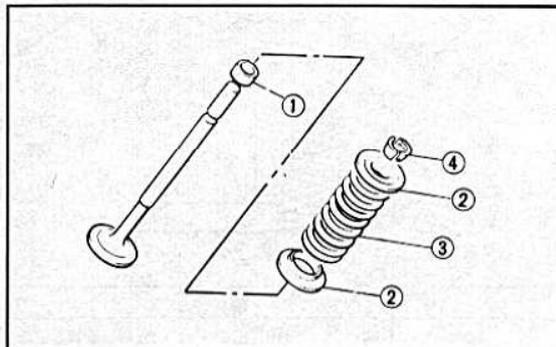

Bild 147
- Die Ventilfeder entspannen. Darauf achten, dass die Keile einwandfrei in die Nut am Ventil-schaftende gleiten (Bild 147).